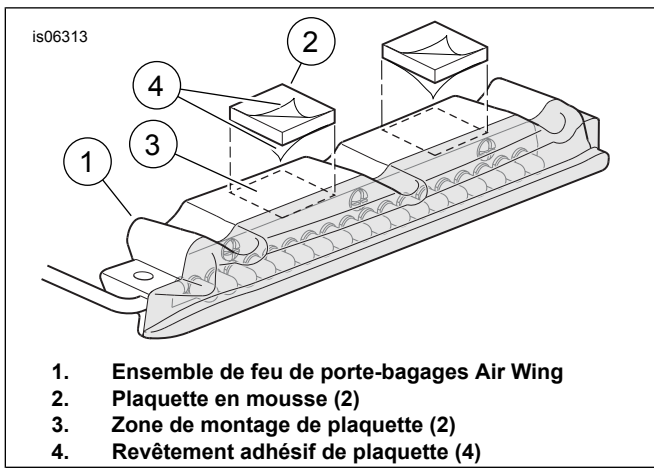

Figure 1. Attacher les plaquettes en mousse au feu
5. Nettoyer la zone de montage des plaquettes en mousse (E) sur le dessous de la traverse arrière du porte-bagages et (voir Figure 1) sur le feu (3) avec un mélange de 50 à 70 % d'alcool isopropylique et de 30 à 50 % d'eau distillée. Laisser sécher complètement.